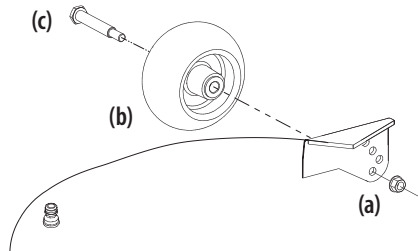

Figure 11
6. Retirez le l'écrou de blocage (a) la roulette de terrage (b) et la vis à épaulement (c) du plateau. Consultez la Figure 11.